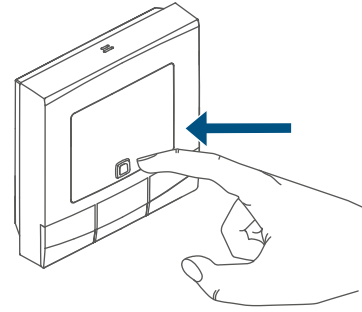

Figura 5
- Dado el caso, abra el compartimento de las pilas (G), soltando para ello el soporte de pared con un destornillador plano (→v. figura).
- Pulse el botón del sistema (C) durante al menos 4 seg. para activar el modo de conexión. El LED del dispositivo (C) empieza a parpadear con luz naranja (v. figura 5). El modo de conexión está activo durante 3 minutos.